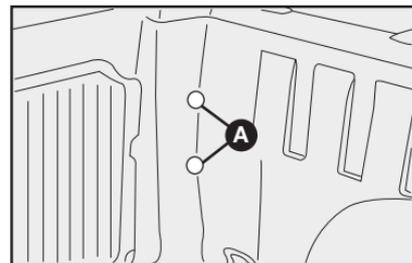

fig. 58
1) Quite las tapas de goma **A-fig. 58**, para tener acceso a los tornillos de fijación del grupo de luces.